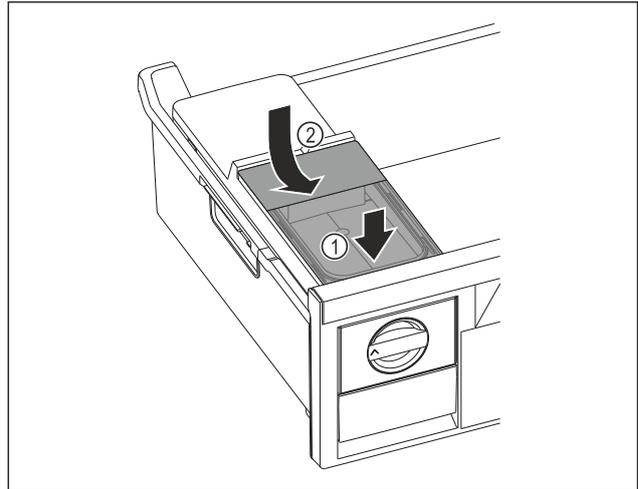

Fig. 104
- ▶ Placer le réservoir d'eau à l'avant. Fig. 104 (1)
- ▶ Abaisser le réservoir d'eau à l'arrière. Fig. 104 (2)